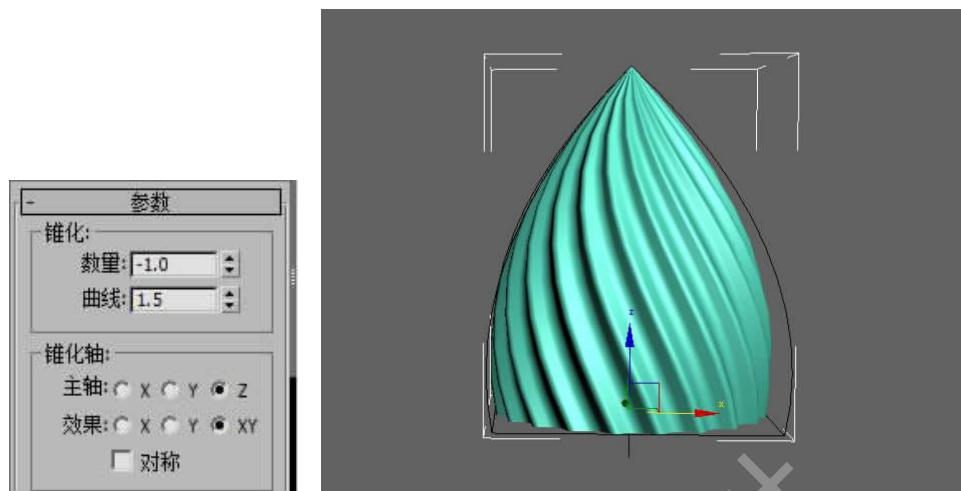

图 2-72 添加锥化修改器
Step 16. 进入修改面板选择“椎化”修改器，椎化修改器可以将对象改为顶端很尖的锥形效果，如图 2-72 所示。